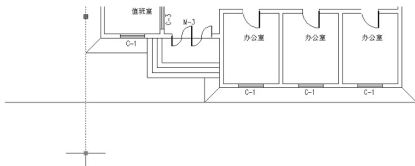

图 3.35 由左侧散水线生成辅助线 2
- ② 用同样的方法将左侧散水线向下拉长，如图 3.35 所示。